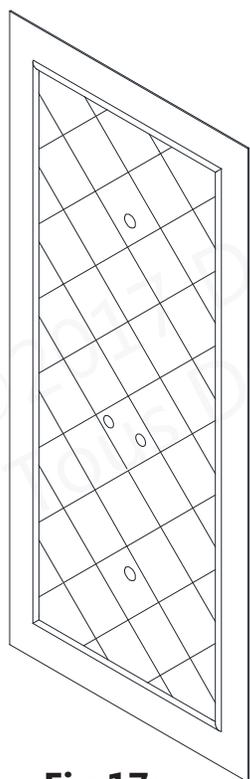
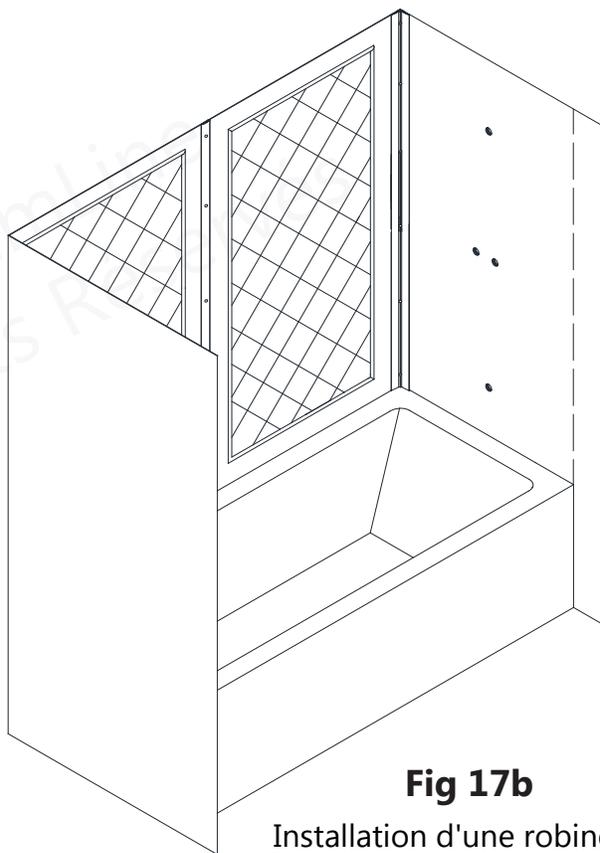

Fig 17a
Fig 17b
17. Recopiez les mesures des trous pour la robinetterie de l'étape 4 sur le **panneau latéral (N° 01)**. Ce panneau sera posé sur le mur muni de la robinetterie. Percez les trous dans le **panneau latéral (N° 01)** avec une scie-cloche (emporte-pièce) au diamètre approprié ou d'une scie sauteuse portative. (**Fig. 17a et Fig. 17b**)